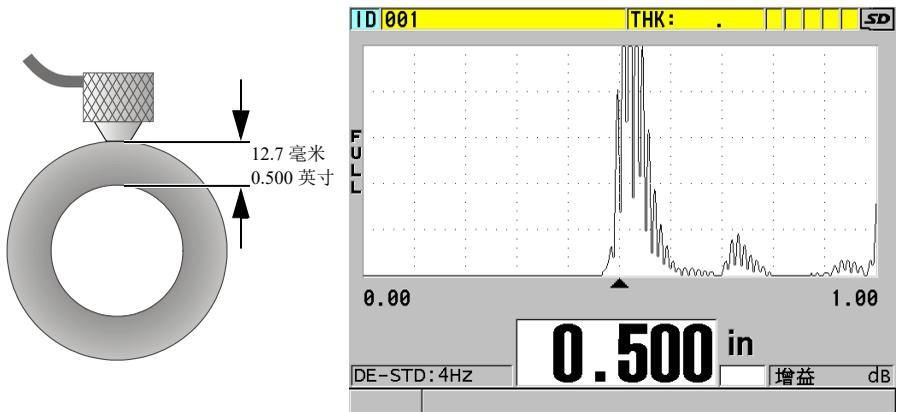

图 5-9 耦合双晶探头；读出测量厚度值
2. 施用中度到较强的力度，将探头端部耦合到被测材料的表面，并尽可能使探头平放在材料表面（参见第 78 页的图 5-9）。